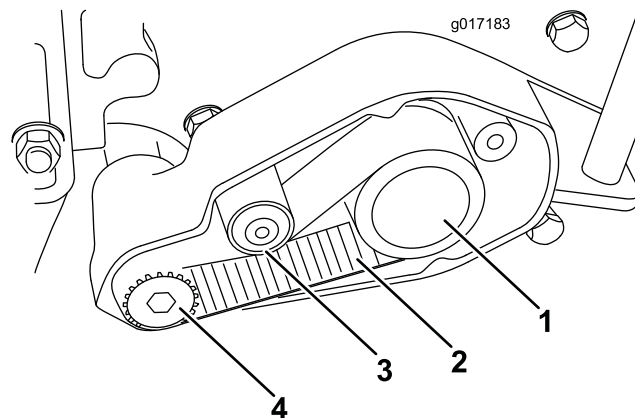

図 6
14. 左リールシャフトの延長部に駆動プーリを取り付ける (図 6)。リールが回転しないように角材などで固定しておいて、プーリをトルク締めする；最低トルクは 17 ft.-lb (23 N-m = 2.4 kg.m)
15. 駆動プーリ、受動プーリ、アイドラに、歯付きベルトを取り付ける (図 6)。
24. 駆動ベルトを中間部 (駆動プーリと受動プーリの中間部) を手で押してベルトの張りを確認する (図 6)。ベルトを 2-4 kg の力で押したときに、6 mm のたわみが得られるのが適正である。張りが適当でない場合には、バックサイドアイドラプーリのピボットの六角頭ボルトをゆるめ、アイドラの角度を調整して適切な張りを出し、ピボットの六角頭ボルトを 7-10 ft-lbs (9-14 N-m = 1.0-1.4 kg.m) にトルク締めする